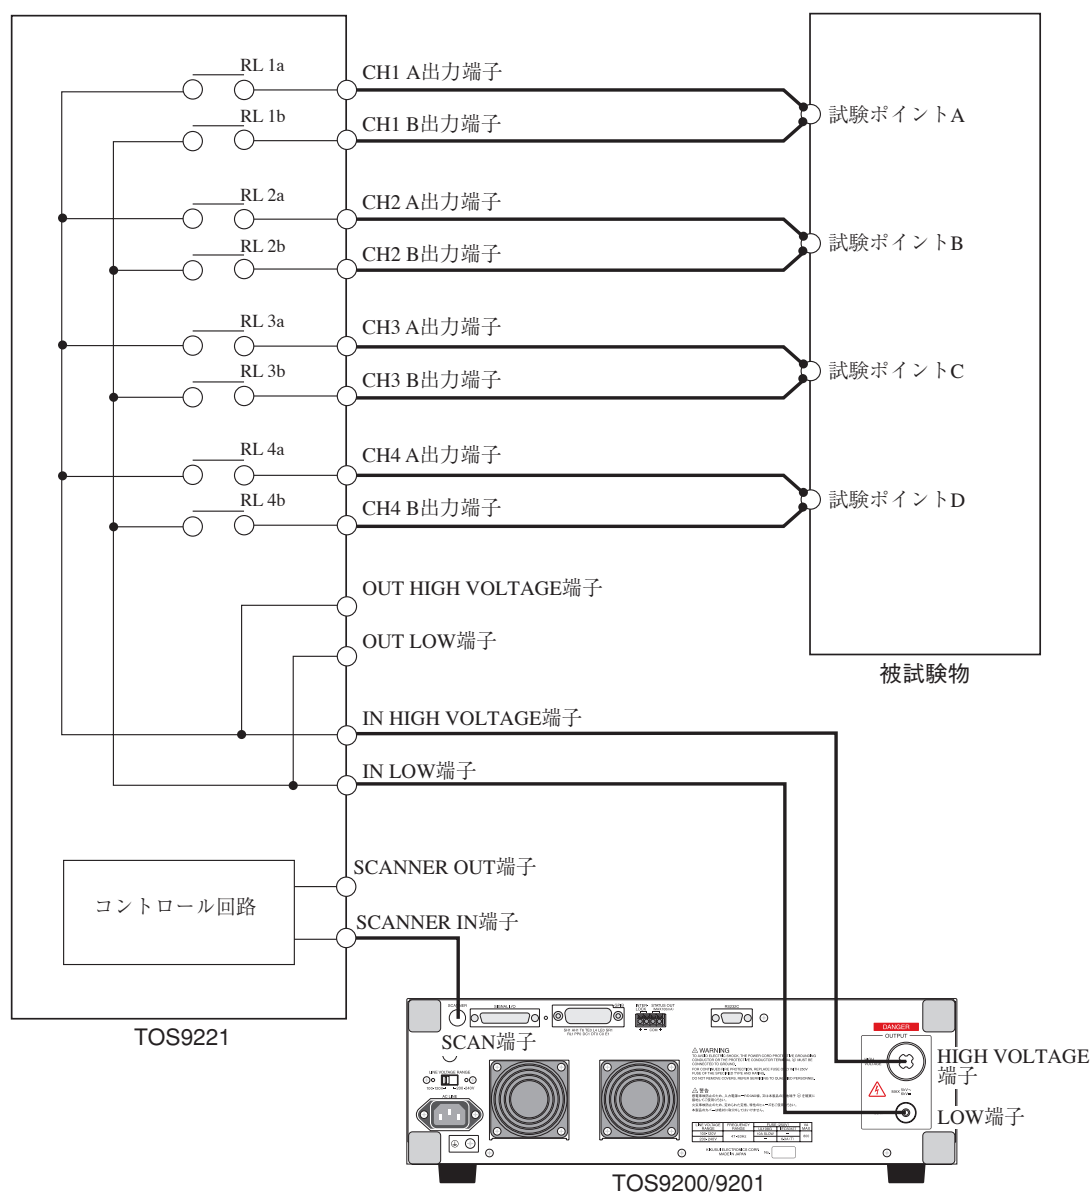

図 3-7 TOS9221 スキャナを使った試験システム
- 図3-7が示すようにB出力端子のテストリードは試験ポイントにおいてA出力端子のテストリードと接続されます。試験中はB出力端子のリレーの前まで高電圧が印加されます。B出力端子は低電圧側の出力端子ですが、A出力端子と同等の取り扱いが必要になります。